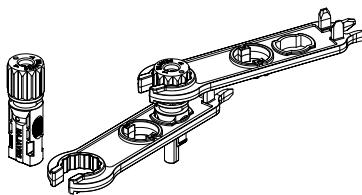

Abb. 6.5 Stecker mit aufgeschraubter Überwurfmutter
- c) Führen Sie den Kontaktstift in den oberen Teil des Steckers ein und schrauben Sie die Überwurfmutter vollständig auf den oberen Teil des Steckers, wie in Abbildung 6.5 gezeigt.